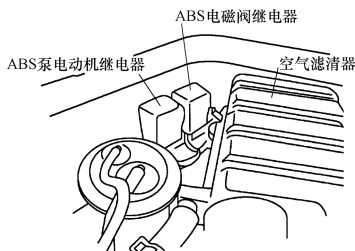

图 3-180 拆下电磁阀继电器
- 2) 从支架上拆下电磁阀继电器或 ABS 电动机继电器, 如图 3-180 所示。